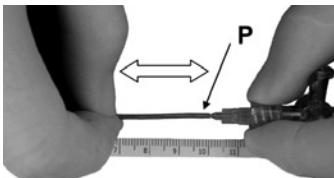

Fig. 22: Posição 1A
- Caso não seja possível libertar o dispositivo puxando pelo dispositivo de torque (T), sugere-se alongar o impulsor 2 cm junto do conector "Y". Esta manobra soltará os fios de sujeição e o dispositivo (D) será libertado. Fig. 22 - 25.